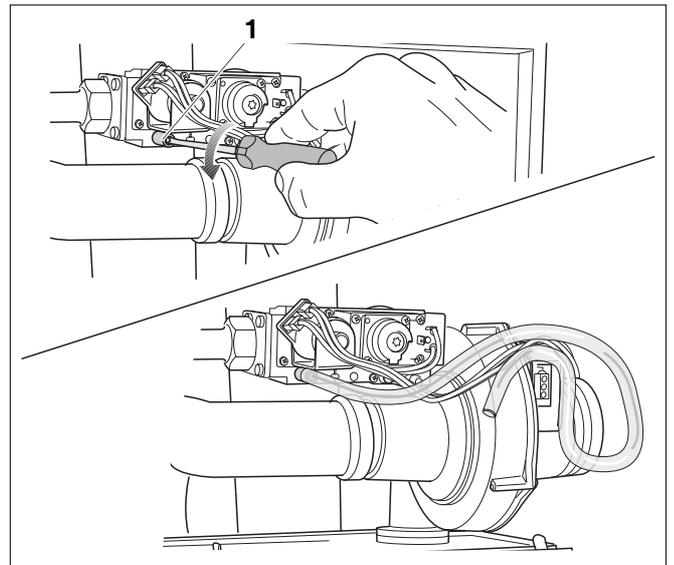

Fig. 58 Sfiato dell'adduzione del gas
- Allentare la vite di chiusura della presa di pressione del gas e per lo sfiato (fig. 58, **pos. 1**) di 2 giri e applicare il tubo.